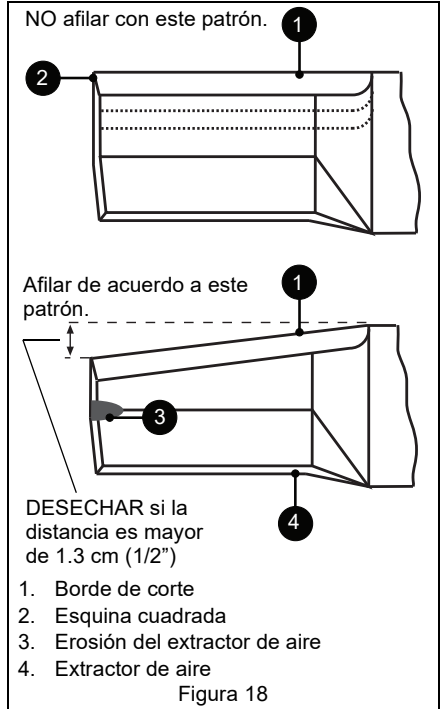

Figura 18
2. Afile o rectifique una cantidad igual de material de cada filo cortante de la cuchilla hasta lograr los resultados deseados. NO cambie el ángulo del filo cortante ni redondee la esquina de la cuchilla. Consulte Figura 18.